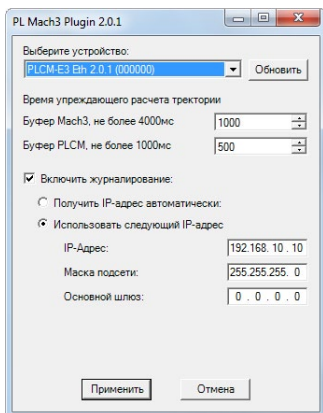

рис. 8.
* Если у вас появилось окно как на рис. 8 и вы не можете выбрать устройство управления, то это означает, что брандмауэр Windows блокирует доступ к PLCM-E1. Нужно либо добавить MACH3 в исключения брандмауэра, либо отключить брандмауэр.